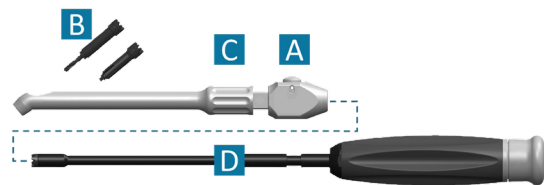

Abbildung 41
- Demontage: Bei nach oben zeigendem Entriegelungsknopf (A) halten Sie den Entriegelungsknopf gedrückt und schieben Sie den äußeren Schaft des Winkelschraubendrehers (B) so weit vom Griff weg, dass Sie die Winkelbohrer- oder Winkelschraubendreherspitzen (C) proximal vom äußeren Schaft des Winkelschraubendrehers entfernen können. Halten Sie nach dem Entfernen der Spitze den Entriegelungsknopf gedrückt und schieben Sie den äußeren Schaft des Winkelschraubendrehers weiter nach distal, bis er sich vom Griff (D) löst (Abbildung 41).
- Wiedermontage: Verbinden Sie den äußeren Schaft des Winkelschraubendrehers (B) mit dem distalen Ende des Winkelschraubendrehergriffs (D), wobei der Entriegelungsknopf (A) nach oben zeigt, und schieben Sie ihn in Richtung Griff. Schieben Sie den äußeren Schaft des Winkelschraubendrehers nicht ganz bis zum Anschlag zurück. Führen Sie die Winkelbohrer- oder Winkelschraubendreherspitzen (C) durch den äußeren Schaft des Winkelschraubendrehers bis zum Anschlag ein. Schieben Sie den äußeren Schaft des Winkelschraubendrehers bis zum Griff vor, bis er am Griff einrastet. Es kann eine taktile/akustische Rückmeldung geben, wenn der Entriegelungsknopf wieder am Schaft einrastet. Prüfen Sie, ob der äußere Schaft des Winkelschraubendrehers fest auf dem Griff des Winkelschraubendrehers sitzt, indem Sie ihn vom Griff wegziehen und sicherstellen, dass er sich nicht abziehen lässt. Drehen Sie gleichzeitig den Griff, um zu prüfen, ob sich die Winkelbohrer- oder Winkelschraubendreherspitzen mit dem Griff drehen.